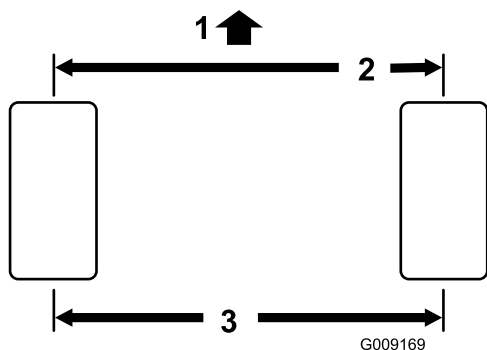

Figura 48
5. Misurate la distanza tra gli pneumatici anteriori all'altezza dell'assale, davanti e dietro le ruote (Figura 48).